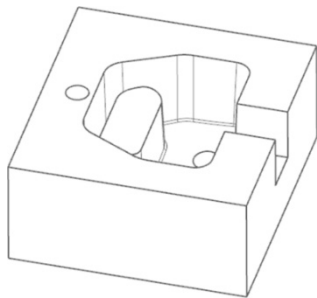

图 16-42 型腔结构图
(3) 单击鼠标右键，选取“设为显示部件”命令，打开型腔结构图，如图 16-42 所示。